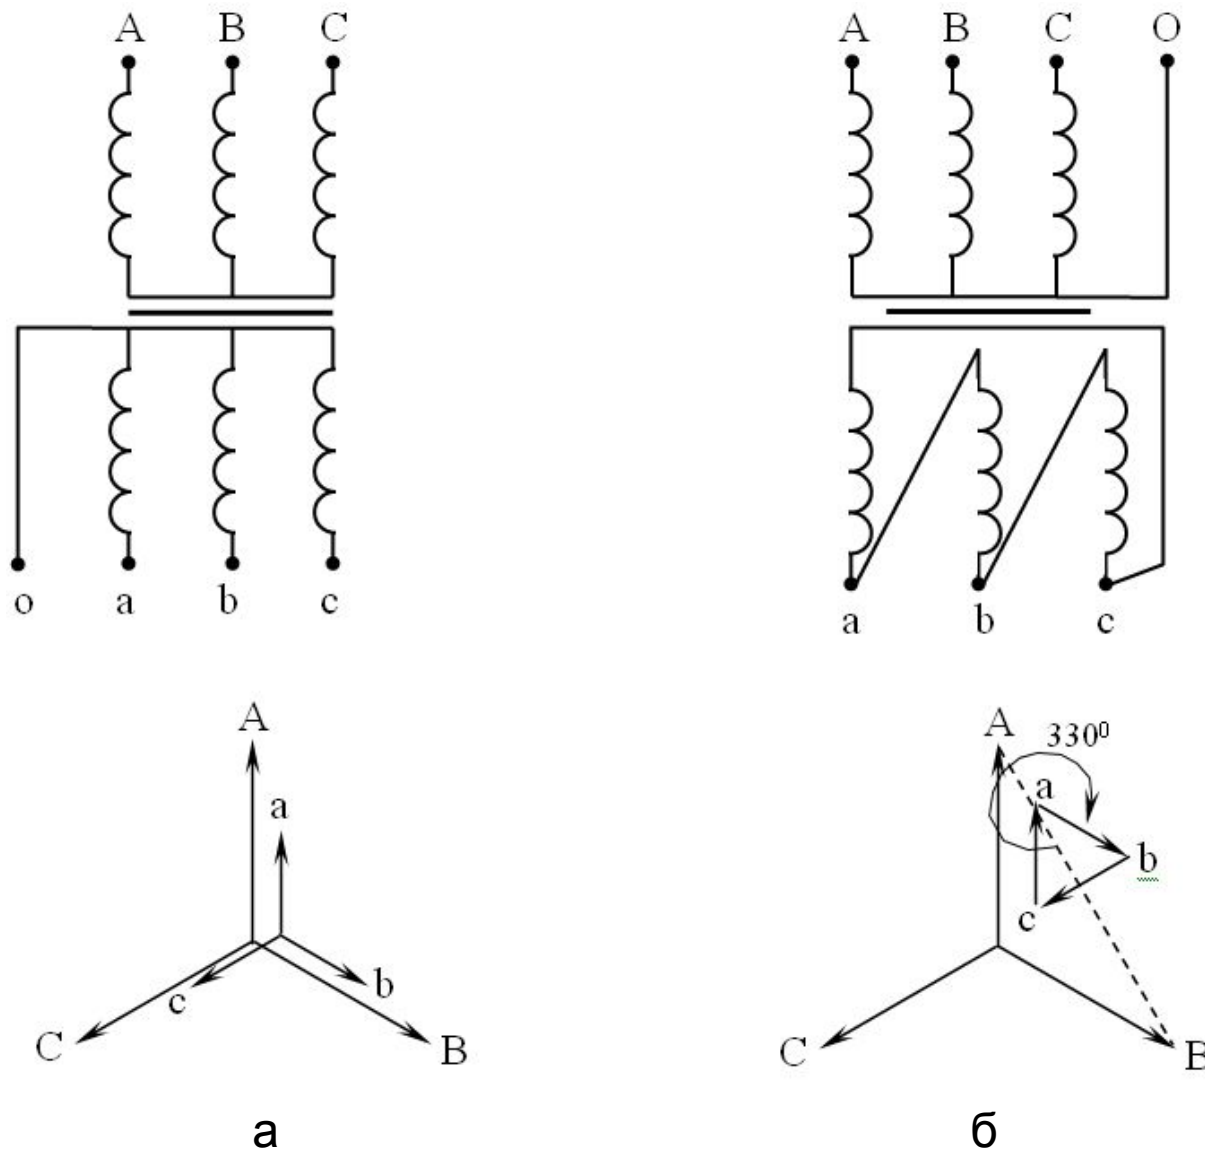

Рис. 11. Схемы соединений обмоток двухобмоточных трансформаторов
Обмотки высшего напряжения (ВН) 6 – 35 кВ двухобмоточных трансформаторов соединены в звезду (с изолированной (Y) или выведенной (Y₀) нулевой точкой), а обмотки низшего напряжения (НН) 0,4/0,23 и 0,69/0,4 кВ соединены в звезду с выведенной нулевой точкой, т. е. группа соединений Y/Y₀-0 (рис. 11, а). При более высоком напряжении (ВН 110, 150, 220 кВ) обмотку НН (6 – 10 кВ) соединяют в треугольник, что соответствует группе Y_н/Δ-11 (рис. 11, б)